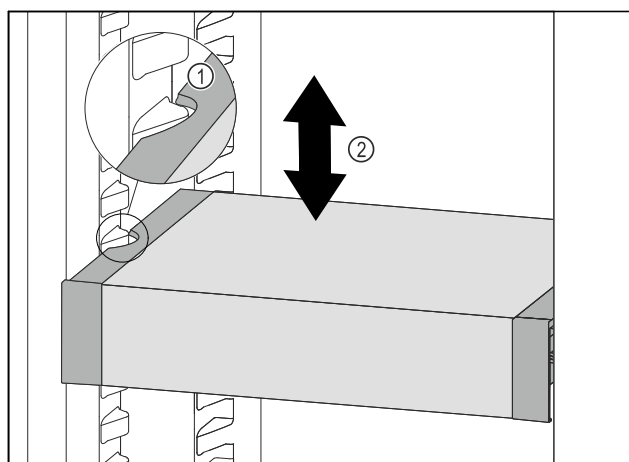

Fig. 174
- Predal VarioSafe povlecite v smeri naprej, dokler nista stranska izreza predala VarioSafe na višini nastavka za posodo v hladilniku. Fig. 174 (1)
- Predal VarioSafe premikajte v hladilniku gor ali dol, dokler ne dosežete želene višine. Fig. 174 (2)